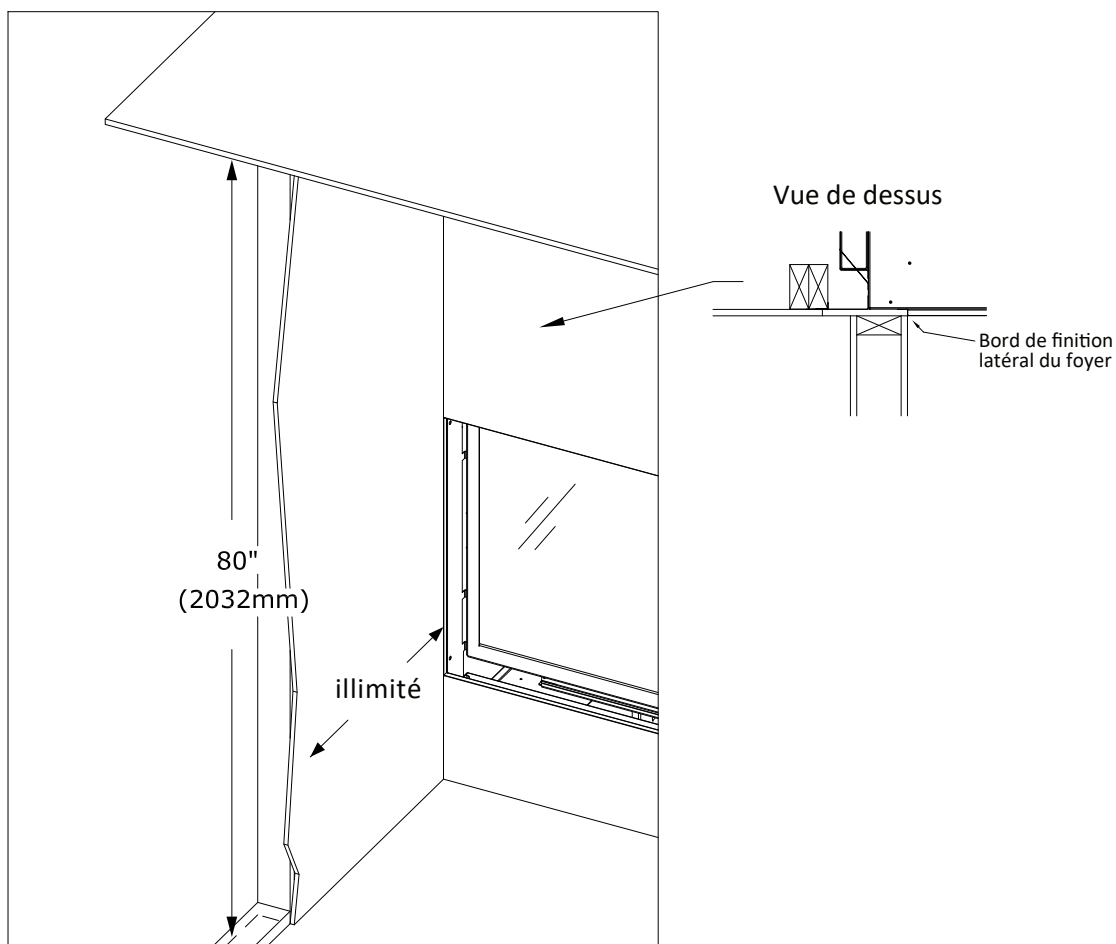

Figure 5.3 -Projection d'un mur latéral combustible
- Montants (piédroits) du manteau : Voir la Figure 5.3 et le paragraphe «Dégagements aux murs latéraux combustibles» ci-dessous.
- Dégagements aux murs latéraux combustibles : Un mur latéral adjacent de longueur illimitée peut être installé à 0 po (0 mm) des bords de finition latéraux du foyer. Voir la Figure 5.3.
La Figure 5.3 montre un mur latéral combustible à 0 po (0 mm) du bord de finition latéral du foyer. La longueur de projection permise du mur latéral est illimitée. Si vous utilisez le contour rectangulaire NK60TL-RS en option (Section 8.5), prévoyez le dégagement nécessaire de 3/4 po (19 mm) au mur latéral adjacent.